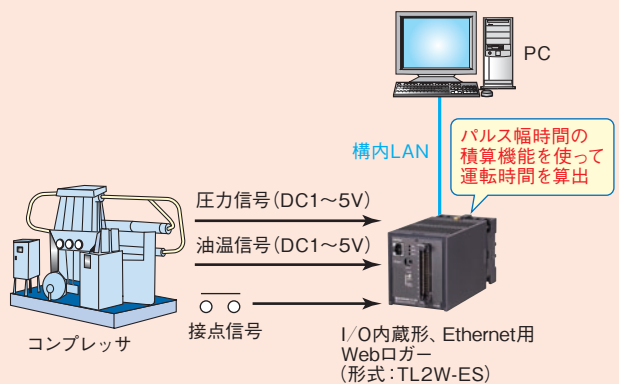

図2
**A** Webロガー（TL2W-ES）には、接点信号がONの時間を積算カウントする機能があります。すなわち、TL2W-ESに付属しているビルダソフト（TL2BLD）の中の帳票（日報）の設定項目であるパルス幅時間積算機能を利用することによって、接点信号がONの時間を積算できます（図2）。ただし、積算時間データは帳票データとして格納されることにご注意ください（トレンドとしては表示されません）。 【山村】